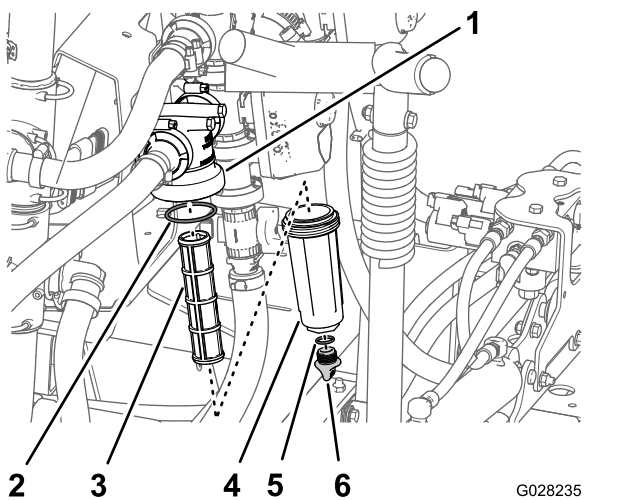

Bild 23
2. Stellen Sie eine Auffangwanne unter den Druckfilter (Bild 23).
- Drehen Sie die Ablasskappe nach links und nehmen sie von der Glocke des Druckfilters ab (Bild 23).
- Drehen Sie die Glocke nach links und nehmen den Filterkopf ab (Bild 23).
- Entfernen Sie den Druckfiltereinsatz (Bild 23).
- Prüfen Sie die Dichtung für die Ablassschraube (in der Glocke) und die Dichtung für die Glocke (im Filterkopf) auf Beschädigungen und Abnutzung (Bild 23).
- Setzen Sie den Druckfiltereinsatz in den Filterkopf ein (Bild 23).
- Befestigen Sie die Glocke am Filterkopf und ziehen sie mit der Hand an (Bild 23).
- Befestigen Sie die Ablassschraube am Anschlussstück unten an der Glocke und ziehen sie mit der Hand an (Bild 23).